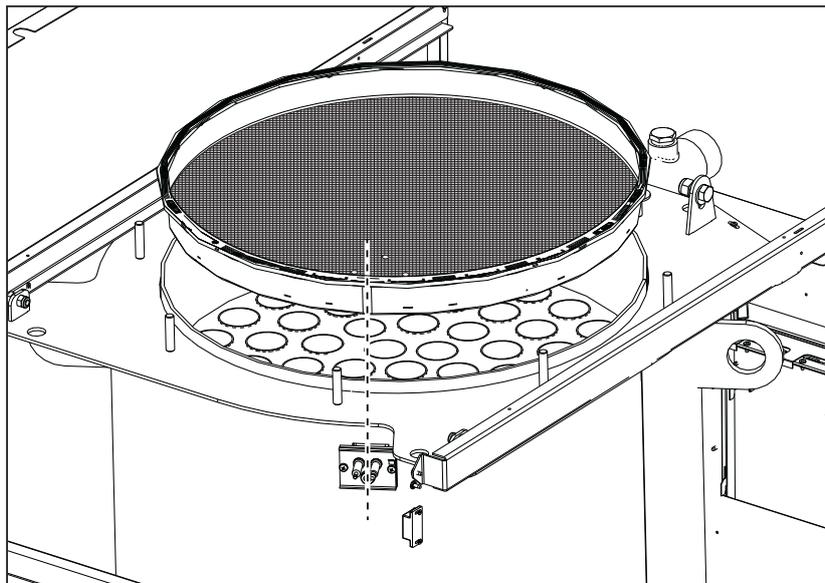

fig. 64 - Allineamento bruciatore
**IMPORTANTE:** dopo aver eseguito la pulizia del bruciatore, assicurarsi di posizionarlo allineando la saldatura di giunzione della flangia con il centro del foro dello spioncino (vedi fig. 64).